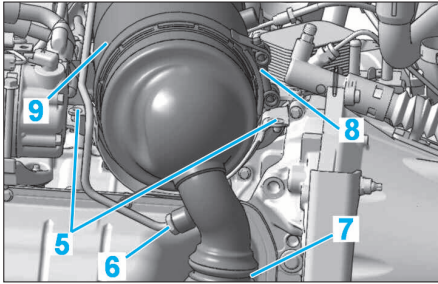

FIG. 54
- Déposer (Fig.54) :
- les 2 vis de fixation inférieure (5) de l'écran thermique (4)